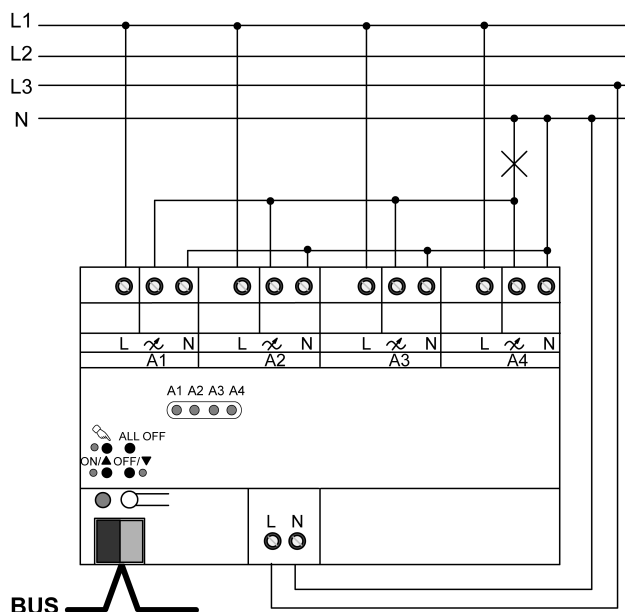

Imagen 5: Conexión paralela de salidas de regulador de luz; Ejemplo de conexión
- Conectar el dispositivo según el ejemplo de conexión (Imagen 5).